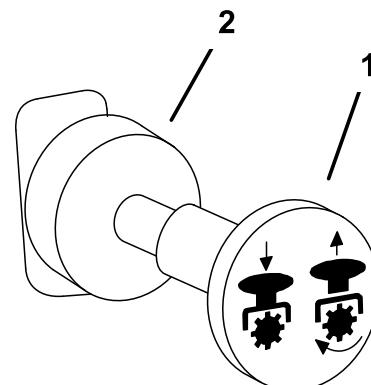

Figure 15
1. Désengagez la PDF, placez les leviers de commande de déplacement à la position de verrouillage du point mort et serrez le frein de stationnement (Figure 15).
4. Tirez sur la commande de prise de force (PDF) pour l'engager (Figure 15).
Mettez la commande de PDF en position **débrayée** pour la désengager (Figure 15).